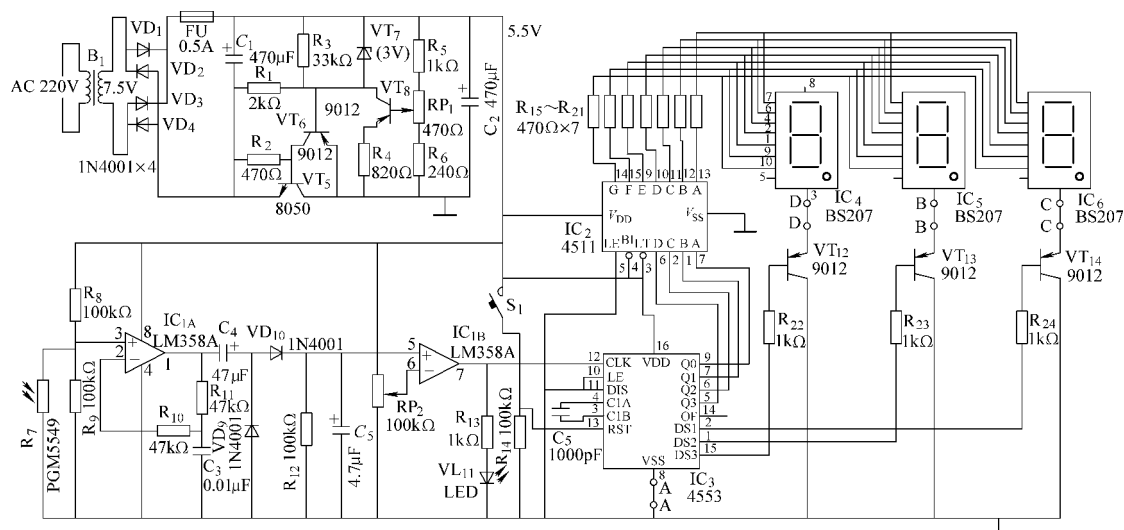

图 7-8 遮光式计数器电路原理图
(2) 工作原理
遮光式计数器电路原理图如图 7-8 所示。电源变压器二次电压 $7.5V$ 交流电经整流, 滤波成为约 $9V$ 直流电, 再经 $VT_5 \sim VT_7$ 等组成的稳压电路稳压输出 $5.5V$ 稳定直流电, 作为电路的工作电源。光电信号取自 R_7 光敏电阻器。当人、物遮住光敏电阻器表面的光线时产生的光电信号加到 IC_1 ③脚, 由运放 IC_{1A} 放大后从①脚输出, 经 C_4 、 VD_9 、 VD_{10} 构成的二倍压检波电路, 在 C_5 两端得到双倍于信号峰值的电压。这个电压使 IC_{1B} 同相端⑤脚电压超过⑥脚, IC_{1B} ⑦脚输出高电平, 加到三位 BCD 计数器 IC_3 (CD4553) 的时钟端。同时经 R_{13} 使发光管 VL_{11} 发光。